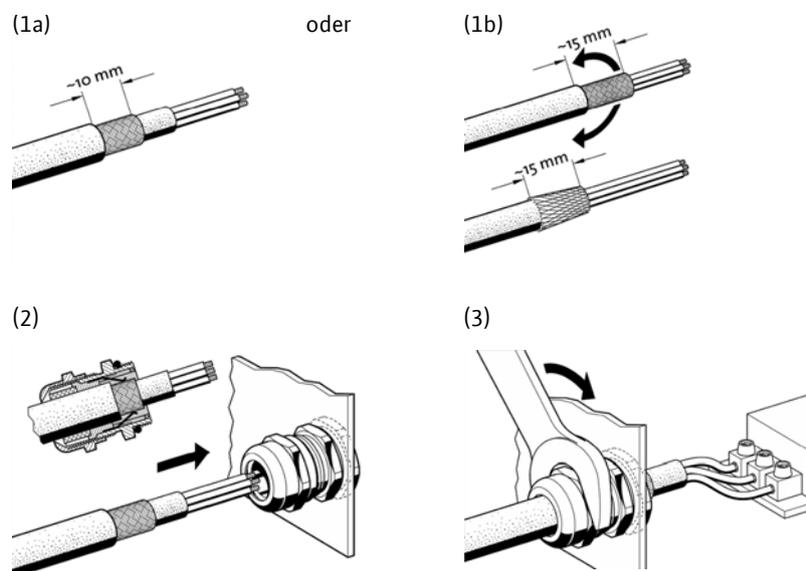

Fig. 16: Auflegen von Kabelschirmen auf die EMV-Kabelverschraubungen
**Auflegen von Kabelschirmen auf die EMV-Kabelverschraubungen (CC... WM): siehe Fig. 16, Schritte 1 bis 3.**
**Auflegen von Kabelschirmen auf die Schirmklammern (CC... BM), siehe Fig. 16, Schritte 1 bis 4.**